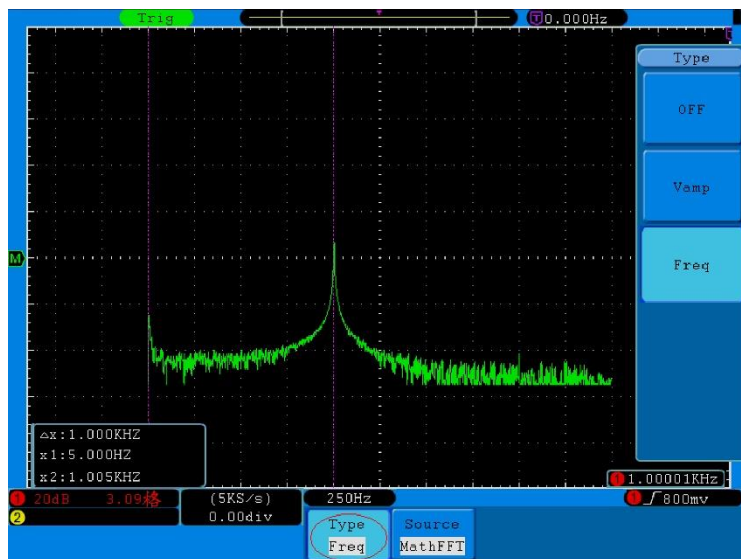

Fig. 75 Forma de onda de la medición del cursor Freq
3. De acuerdo con la forma de onda medida, ajuste las posiciones del Cursor1 y Cursor2 con la perilla **VERTICAL POSITION** del CH1 y CH2. La ventana de incremento muestra el valor de la diferencia entre los dos cursores y la posición actual (observe **fig. 75**).